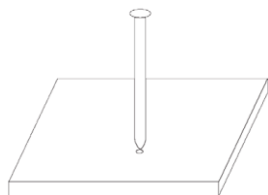

Рис. 2.1
- Если острие не повреждено и в основании остался четкий след от дюбеля, скорее всего, это основание подходит для использования технологии прямого монтажа (Рисунок 2.1).